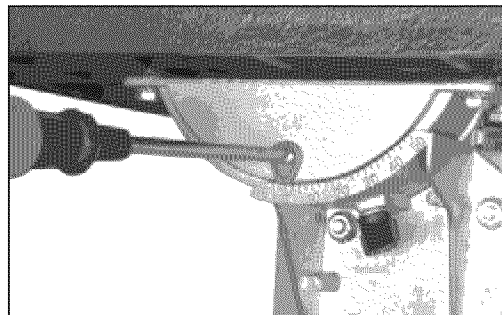

Figura 5 – Ajuste el Indicador a Cero
- Fije la mesa en posición y compruebe que el indicador lea cero grados en uno de los lados del muñón inferior de la mesa. Afloje el tornillo que sujeta el indicador y reajuste éste si es necesario para que indique cero grados (véase la Figura 5).